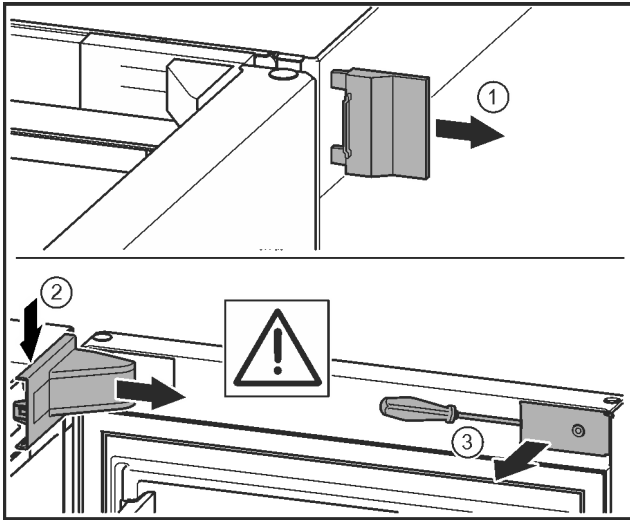

Fig. 21\*
- Äußere Abdeckung abnehmen.\* Fig. 21 (1)
- Lagerbockabdeckung ausrasten und lösen. Lagerbockabdeckung abnehmen.\* Fig. 21 (2)
- Blende mit Schlitzschraubendreher ausrasten und zur Seite schwenken.\* Fig. 21 (3)